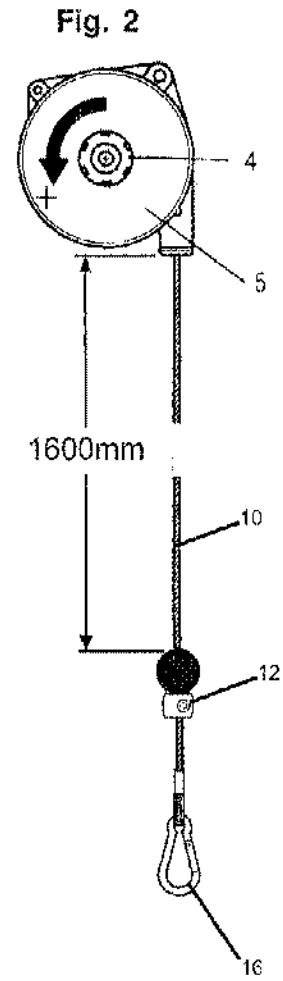
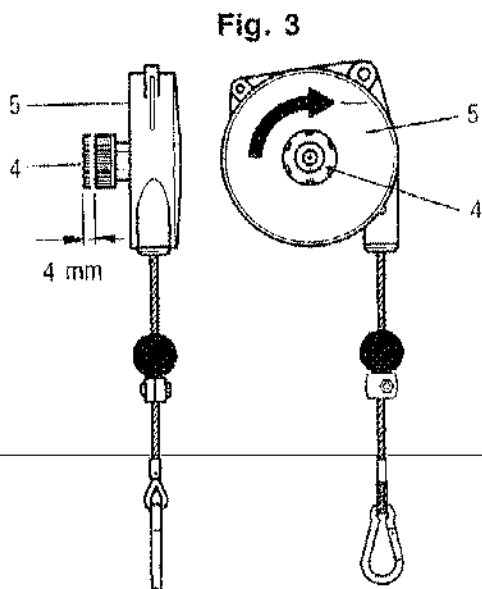

Fig. 2
Fig. 3
Para equilibrar cargas mayores dentro de la capacidad de carga permitida, gire el pomo (4) (Fig.2) (en sentido levógiro, identificado por el símbolo "+"; la regulación no es continua, sino a saltos), después de cada salto el pomo (4) debe volver a ponerse en contacto con la placa (5) (Fig.2). Para equilibrar cargas más ligeras extraiga el pomo (4) y, manteniéndolo bien apretado, gírelo tal como se ilustra en la (Fig.3) después de cada salto el pomo debe volver a ponerse en contacto con la placa (5) (Fig.3).
La carga a equilibrar se deberá colgar al mosquetón (16) (Fig.2). Verifique que, después de la aplicación de la carga, el mosquetón quede bien cerrado.
Si es necesario, desplace y fije la abrazadera (12) (Fig.2) para limitar el recorrido hacia arriba.
⚠ No desenganche la carga si la abrazadera (12) (Fig.2) no está apoyada a la grapa del cable (POSICIÓN VISIBLE EN FIG.2)